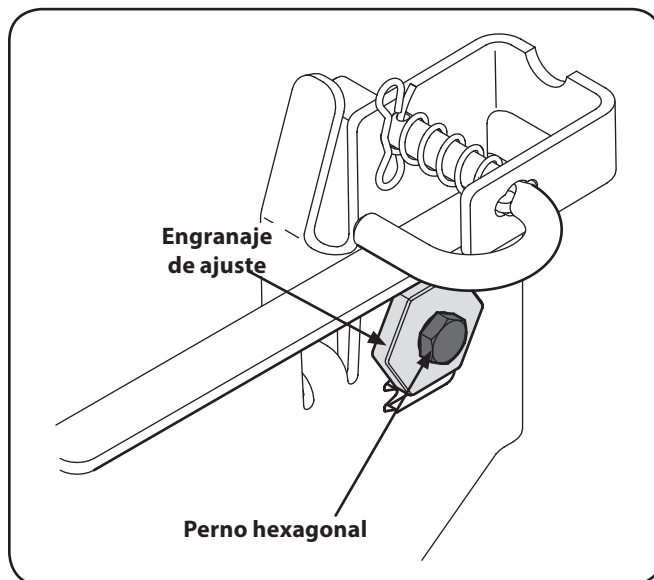

Figura 6-5
3. Afloje, pero NO extraiga, el perno de cabeza hexagonal ubicado en el gancho trasero izquierdo de la plataforma. Consulte la Figura 6-5.
4. Con una llave, levante o baje el lado izquierdo de la plataforma girando el engranaje de ajuste. Consulte la Figura 6-5.